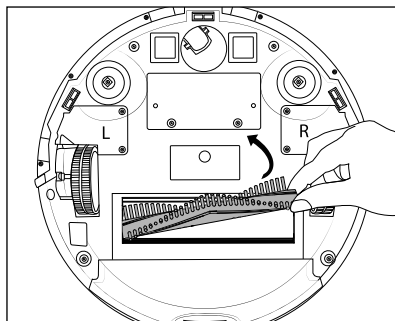

Fig. 15
- ♦ Hold i børsterullen **18** på højre side, og tag den ud af produktet (se fig. 15). Fjern hår og snavs med rengøringsbørsten **10**.